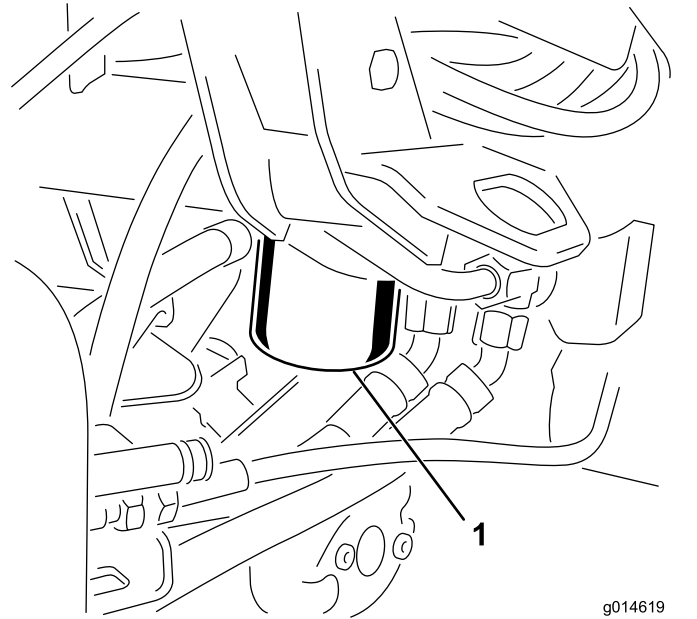

Bild 47
1. Reinigen Sie den Anbaubereich des Filters (Bild 47). Stellen Sie eine Auffangwanne unter den Filter und entfernen den Filter.